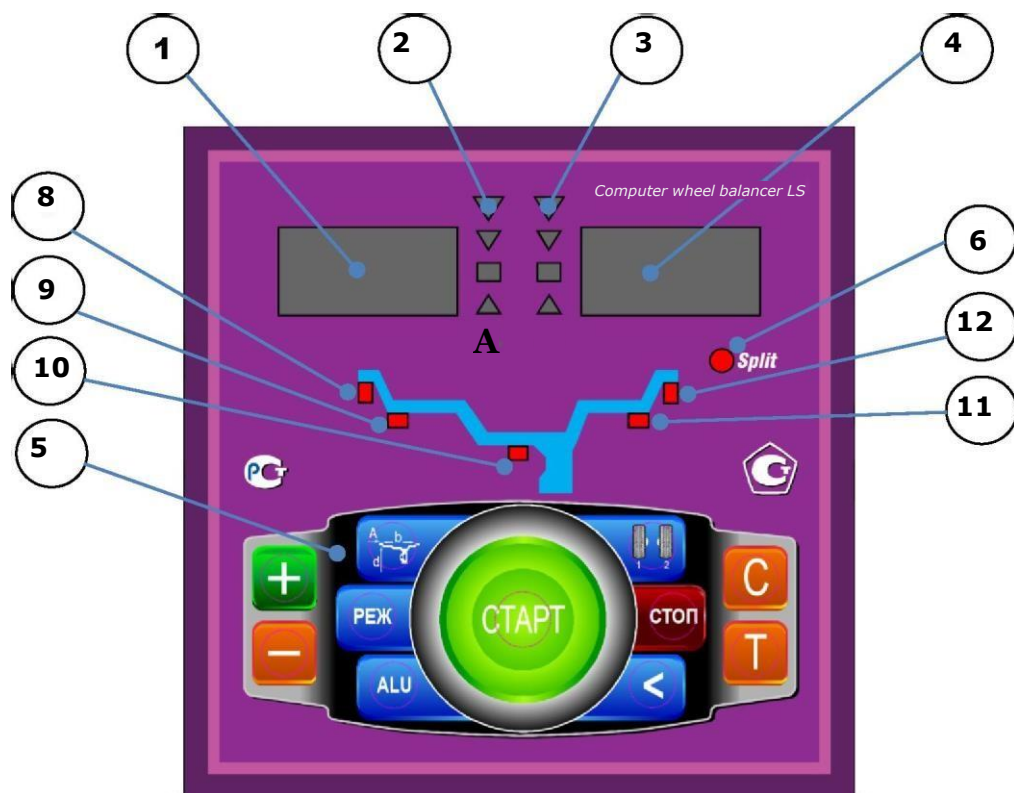

рис.8.1.
Общий вид лицевой панели показан на рис. 8.1.
При выдвигении штанги на индикаторах 1 (рис. 8.1) отображается значение параметра "A". Значение параметра "d" отображается на индикаторах 4.
Для ввода ширины нажмите кнопку "+" или "-" на индикаторах 1(рис.8.1) высветится "-b-", а на индикаторах 4 значение ширины диска. Через 2-3 сек после установки ширины индикаторы в режим отображения текущего дисбаланса.
Дважды нажать кнопку «A, d, b», после чего на индикаторах 1 (рис.8.1) загорается символ «A», а на индикаторах 4 исходная величина дистанции. Нажимая кнопки «-» и «+» установить на индикаторах 4 требуемую величину дистанции. Через 2-3 сек после установки дистанции показания на индикаторах 1 и 4 возвращаются к отображению текущего дисбаланса, а кнопки «-» и «+» возвращаются в режим ввода ширины обода.
Переключение схем ALU1-ALU5 осуществляется последовательным нажатием кнопки "ALU" при этом схема установки грузов отображается загоранием соответствующих светодиодов 8-12 (рис.8.1), кроме того, на индикаторах 1 отображаются символы ALU, а на индикаторах 4 номер 1-5. Через 2-3 сек. после установки требуемой программы ALU индикаторы 1 -4 переходят в режим отображения дисбаланса.
Для входа в программу Split нажмите и удерживайте кнопку РЕЖ, после чего загорается светодиод 6 (рис.8.1) и на индикаторах 1 загораются символы "SPn", означающие, что необходимо ввести число спиц обода колеса, подлежащего балансировке. При этом на индикаторах 4 загорается цифра 5. Если число спиц колеса отличается от 5, кнопками "-" и "+" установить на индикаторах 4 фактическое число спиц колеса.
14.3. Установите любую спицу обода колеса вертикально вверх (на 12 часов, для режима 12Н) и нажмите кнопку "A, d, b". После чего, на индикаторе 1 и линейке 2 (рис.8.1) будут указаны величина и место установки корректирующего груза на внутренней плоскости.